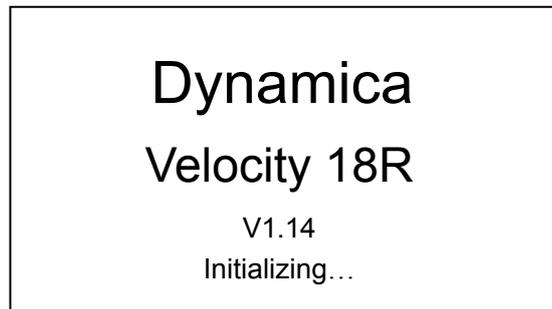

图 7-1 开机界面
- 液晶显示亮，机器进行自检，并显示开机界面。如图 7-1 所示。